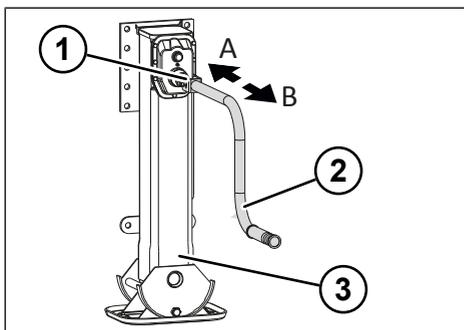

Fig. 5-3: Marcia lenta e marcia rapida del martinetto di supporto
- ▶ Inserire la marcia rapida estraendo la manovella (vedere "Fig. 5-3: Marcia lenta e marcia rapida del martinetto di supporto", p. 28).
- ▶ Inserire la marcia lenta premendo verso l'interno la manovella (vedere "Fig. 5-3: Marcia lenta e marcia rapida del martinetto di supporto", p. 28).